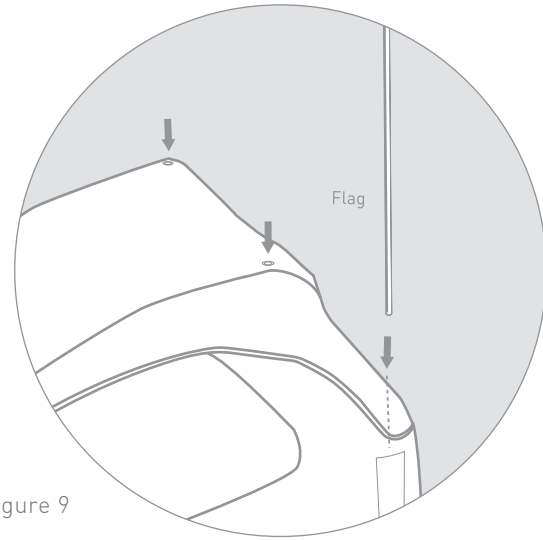
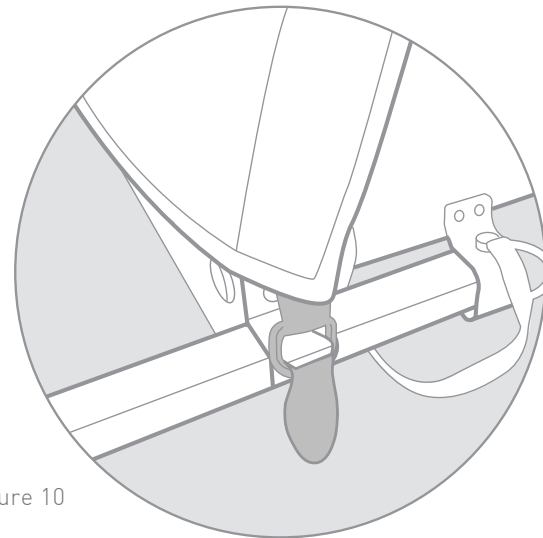

Figure 9
Figure 10
1. Attach cover to trailer using snaps (Figure 9). Slip the cover D-rings over the hooks at the front corners off the trailer (Figure 10).
2. Assemble the flagpole sections together, then slide safety flag into the flag pocket on the side panel (Figure 9).
1. Die Abdeckung mithilfe von Druckknöpfen am Anhänger anbringen (Abb. 9). Die Ösen der Abdeckung über die Haken an den vorderen Ecken des Anhängers schieben (Abb. 10).
2. Die Abschnitte der Wimpelstange zusammenbauen, dann den Sicherheitswimpel in die Wimpeltasche an der Seitenwand stecken (Abb. 9).
1. Fixez le toit sur la remorque à l'aide des fermoirs (Figure 9). Insérez les anneaux d'arrimage dans les crochets situés sur les coins avant de la remorque (Figure 10).
2. Assemblez les pièces du fanion puis glissez le fanion de sécurité dans la pochette, sur le panneau latéral (Figure 9).